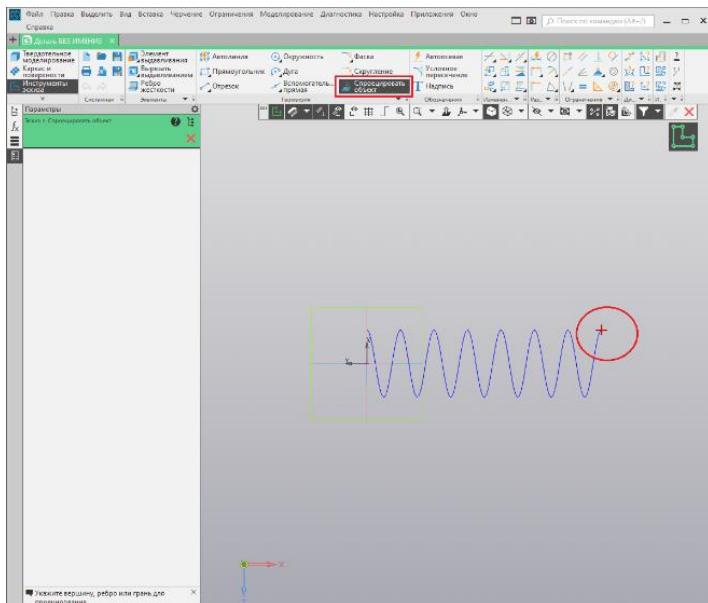
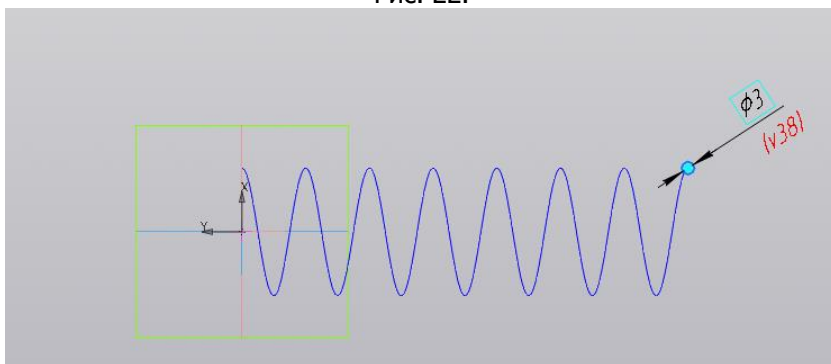

Рис. 22.
Рис. 23.
4. В плоскости ZX строим эскиз-сечение, который представляет собой окружность диаметром 3 мм. Для этого включаем **Эскиз**  и на инструментальной панели **Геометрия** выбираем **Спроецировать объект** , указав начало витка, (рис. 22). С центром в начале витка строим окружность диаметром 3 мм (рис. 23).